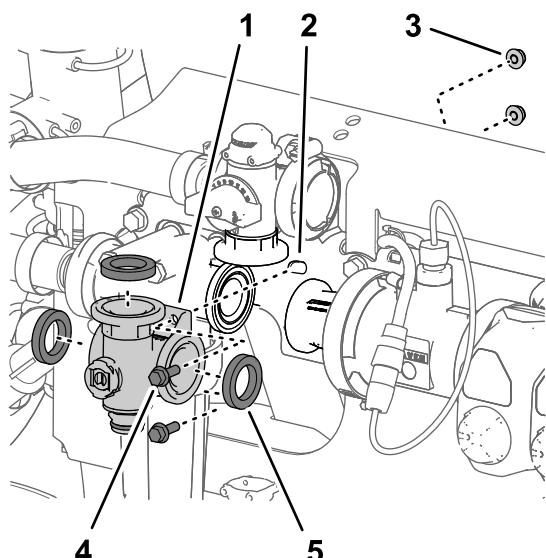

图 124
3. 松开将搅拌阀岐管固定至阀支架的 2 个凸缘头螺栓 $\frac{1}{4} \times \frac{3}{4}$ 英寸和 2 个凸缘锁紧螺母 $\frac{1}{4}$ 英寸 图 124。